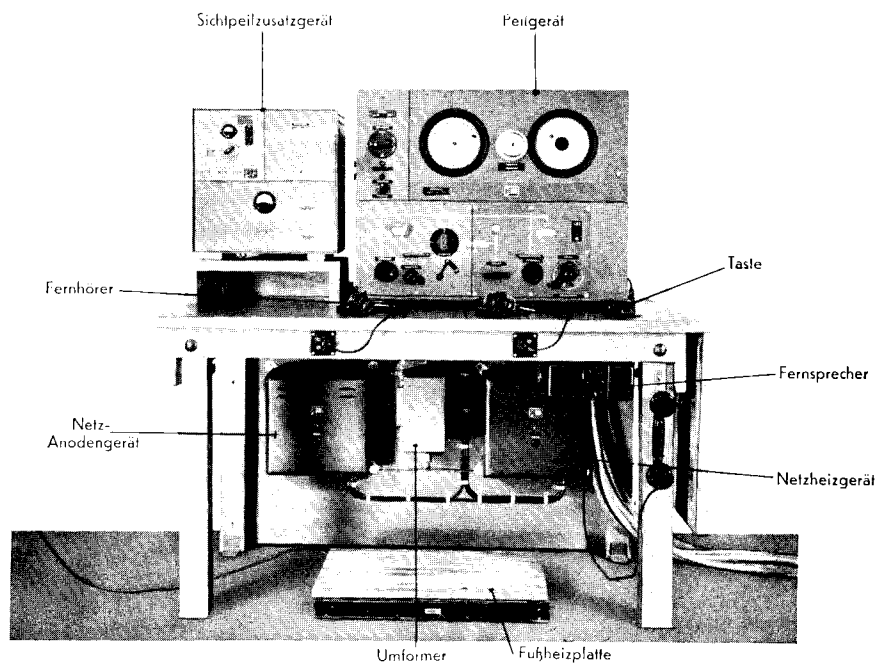

Abb. 3: Peiltisch mit Geräten
20. Auf dem Peiltisch stehen (vgl. Abb. 3) :